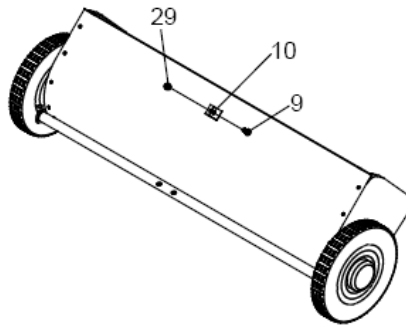

Abbildung 1
- Befestigen Sie mit Hilfe der Sechskantschraube (9) und der Sicherungsmutter (29) die Klammer (10) am Kehrbehälter.
- Vergewissern Sie sich, dass die Klammer (10) wie in der Abbildung 1 angebracht wird und ziehen Sie die Schraube (9) an.